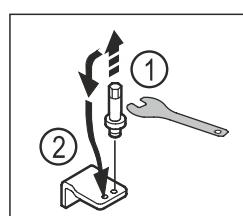

Fig. 21
- Lironi bulonat e bazamentit mbështetës të poshtëm me çelësin e jashtëm kriket SW5. Fig. 21 (1)
- Vendosni bulonat në anën e kundërt. Fig. 21 (2)